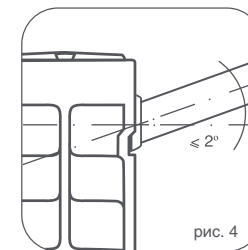

рис. 4
**!** Во избежание в радиаторе допустимо отклонение оси коллектора радиатора от подводящих труб не более 2° (рис. 4).